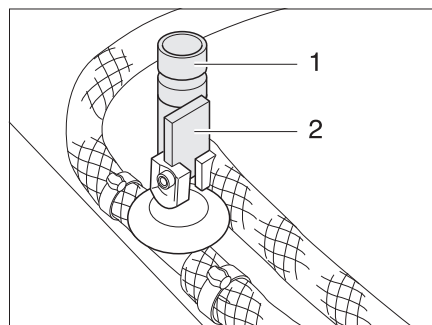

Bild 120 Ablasshähne für Truma Boiler
- Alle Ablasshähne für den Boiler schließen. Dazu den Kipphebel (Bild 120,2) waagrecht stellen bzw. die Kappe (Bild 120,1) im Uhrzeigersinn drehen.
- Alle Ablasshähne für den Boiler öffnen. Dazu den Kipphebel (Bild 120,2) senkrecht stellen bzw. die Kappe (Bild 120,1) entgegen dem Uhrzeigersinn drehen.